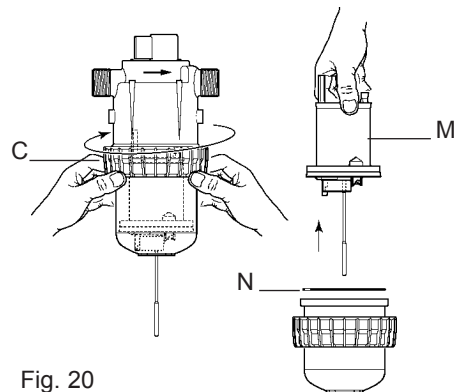

Fig. 20
- Svitare a mano il dado della parte superiore (Fig. 20-C) e rimuoverlo.
- Uscire il pistone motore (Fig. 20-M) tirando verso l'alto.
- Per questo, tappa ① posizionare il motore parzialmente nella parte inferiore, tappa ②, poi in posizione intermedia nella parte superiore stando attento a non rovinare la guarnizione di tenuta (Fig. 20-N).
- Tappa ③, avvitare il dado **a mano**.
- Montare l'insieme, poi rimontare la parte dosaggio avendo prima pulito o cambiato la guarnizione di tenuta (Fig. 20-N).